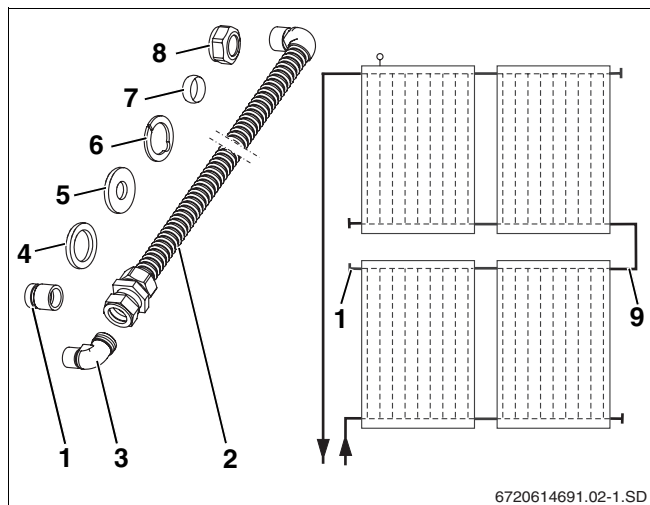

Fig. 37 Representación esquemática y volumen de suministro
El juego de conexión (fig. 37, **pos. 9**) para realizar la unión entre dos filas de colectores puede adquirirse como accesorio.
Volumen de suministro (fig. 37)
Cierre las conexiones del colector innecesarias (fig. 37, **pos. 1**, véase cap. 6.1.2 "Montaje de las caperuzas de cierre", pág. 22) con las caperuzas de cierre.